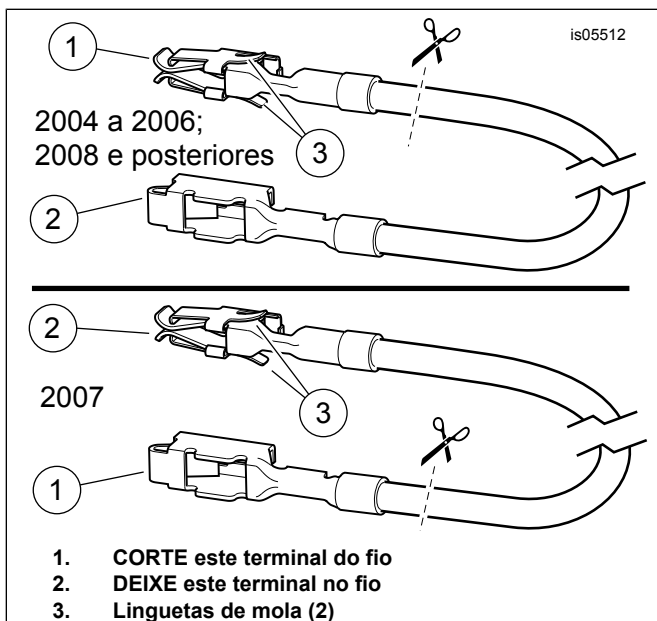

Figura 4. Fio adaptador do bloco de fusíveis (FL Touring)
- a. **Modelos ano 2004 a 2006:** Veja Figura 4. (Vista superior). Observe o terminal em cada extremidade. Somente o terminal SEM linguetas de mola cabe na cavidade de fusível. Corte cuidadosamente o terminal COM linguetas de mola do fio e descarte-o.
- b. **Modelos ano 2007:** Veja Figura 4. (Vista inferior). Observe o terminal em cada extremidade. Somente o terminal COM linguetas de mola cabe na cavidade do fusível. Corte cuidadosamente o terminal SEM linguetas de mola do fio e descarte-o.
- c. **Modelos ano 2008 a 2013:** Veja Figura 4. (Vista superior). Observe o terminal em cada extremidade. Somente o terminal SEM linguetas de mola cabe na cavidade de fusível. Corte cuidadosamente o terminal COM linguetas de mola do fio e descarte-o.